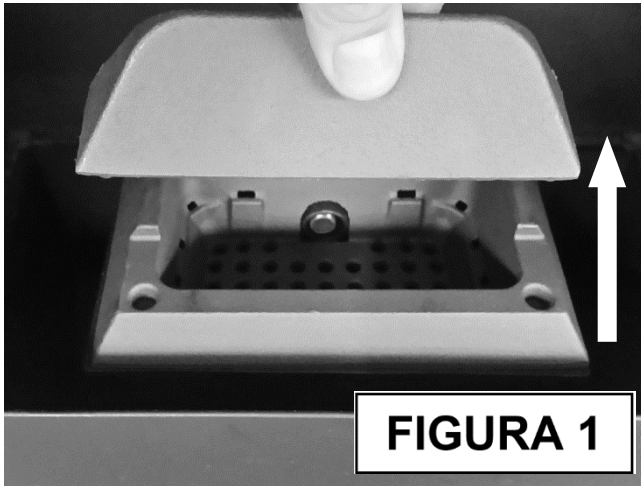

FIGURA 1
Es posible instalar un termostato ambiente adicional, conectándolo a la tarjeta tal como se muestra en la figura 1. El principio de funcionamiento es el siguiente:
En alternativa al termostato ambiente, es posible instalar un cronotermostato, conectándolo a la tarjeta tal como se muestra en la figura 1. Utilizando esta salida, al cerrarse el contacto del cronotermostato, inicia el ciclo de START; por el contrario, cuando se abre este mismo contacto, inicia el ciclo de OFF. El régimen de funcionamiento en el momento del encendido (potencia de combustión y velocidad de ventilación) es el mismo utilizado antes del último apagado del equipo.
- Verifique que los orificios del quemador y el canal de alojamiento de la resistencia estén libres de sedimentos de cualquier tipo. Si es necesario, aspire y limpie (figura 1 y 2). Quite los eventuales sedimentos de sílice; estos indican una escasa calidad del combustible.